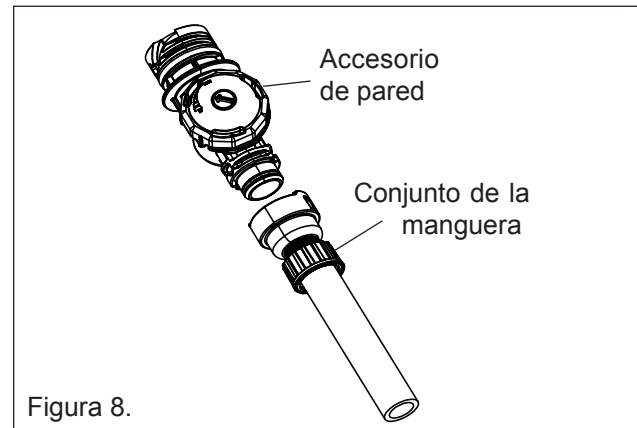

Figura 8.
1. Fije el conjunto de la manguera al accesorio de pared. **Véase la figura 8.** Luego fije el accesorio de pared (con la manguera) al adaptador de pared. **Véase la Figura 8.** Tome el extremo opuesta del conjunto de la manguera y camine hasta el punto más lejano de la piscina desde el adaptador de pared. **Para evitar el exceso de estiramiento de la manguera, la manguera descansar en la parte superior del agua de la piscina.** Mida la longitud de la manguera que sobra (manguera que se extiende más allá del borde de la piscina). Esto determina cuánto habrá que cortar de secciones dos y tres.